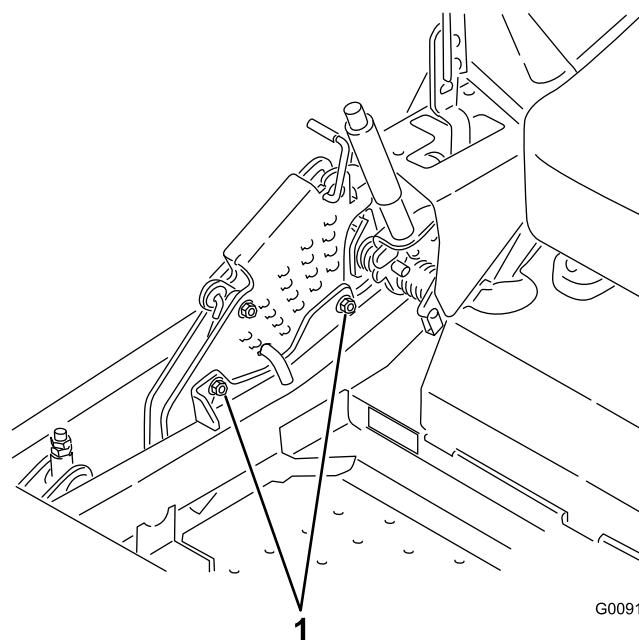

Figure 90
12. Pour régler le système monopoint, desserrez les deux boulons au bas de la plaque de hauteur de coupe (voir Figure 90).
14. Serrez les deux boulons au bas de la plaque de hauteur de coupe (Figure 90). Serrez à un couple de 37 à 45 Nm (27 à 33 pi-lb).